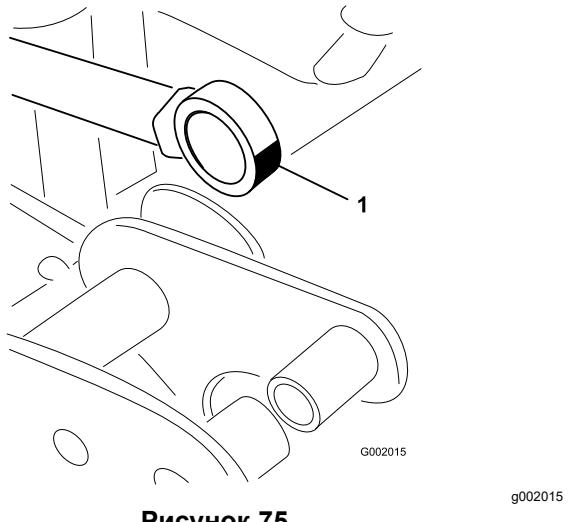

Рисунок 75
- Отклоните подшипник наконечника штока и заправьте подшипник консистентной смазкой (Рисунок 75).